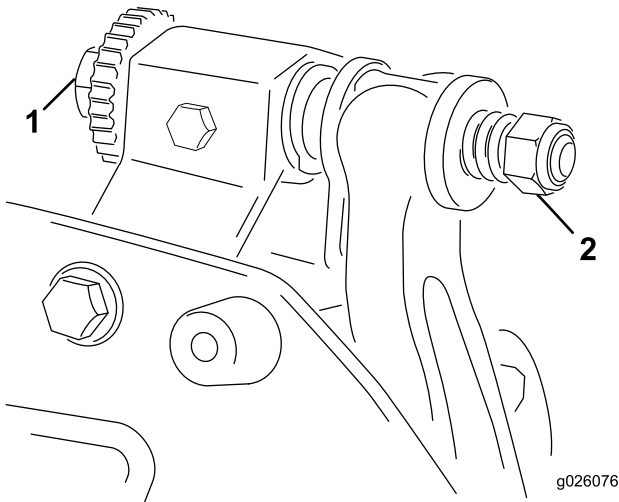

图4
2. 翻转滚刀组，露出底刀和滚刀。 **确保底刀架调节螺丝的螺母或后端不接触工作表面（图4）。**